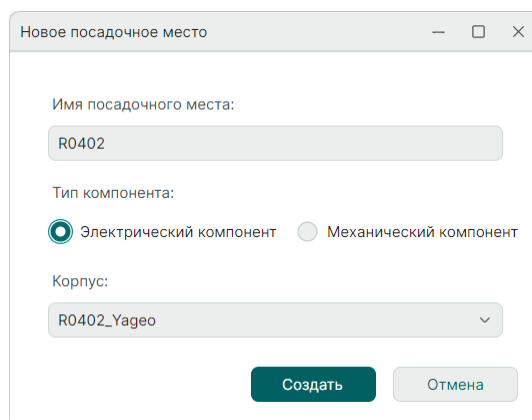

Рис. 76 Ввод наименования и выбор параметров посадочного места
2.2. В окне «Новое посадочное место» заполните поля и выберите необходимые элементы, см. Рис. 76